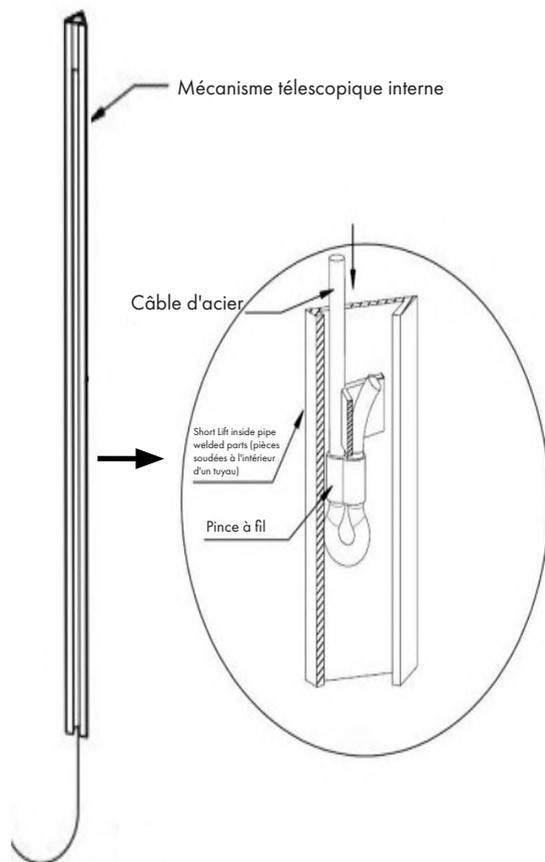

Figure 17
- Dans le second mécanisme télescopique interne, insérez le fil en sens inverse à travers une ouverture vers sa partie supérieure. Fixez-le à l'aide d'un serre-fil, comme indiqué à la figure 17.